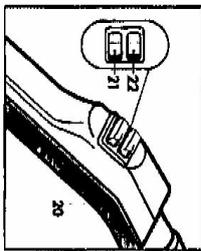

Abb. 10
- Dampf durch Drücken des roten Druckknopfes [21] erzeugen und/oder Reinigungsmittel sprühen (Abb. 10).
- Dampf durch Drücken des blauen Schalters [22] saugen (Abb. 10).